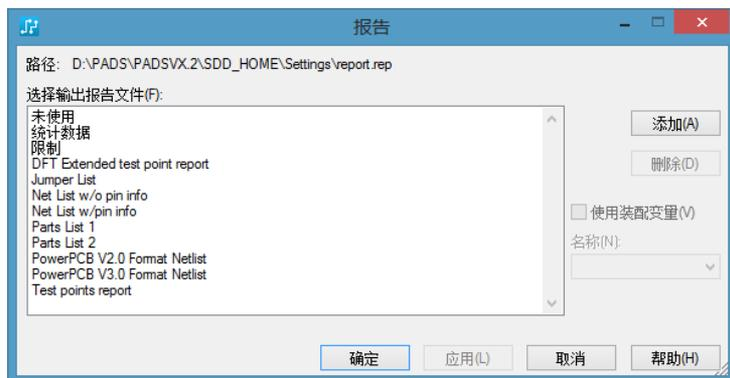

图 6-13 “报告”窗口
(1) 另存为启动文件 打开“另存为启动文件”对话框，将当前设计中的各种参数设置另存为一个“.stp”格式文件。
(2) 设置启动文件 打开“设置启动文件”对话框，选择“.stp”格式文件。
(3) 报告 打开“报告”窗口，通过窗口的设置产生关于当前设计的各种报告，如图 6-13 所示。
(4) 库 打开“库管理”对话框，通过参数设置实现元器件和库管理。例如，查看元器件、建立元器件库（将在第 9 章元器件类型及库管理中详细介绍）。
(5) CAM（光绘输出） 打开“定义 CAM 文件”对话框，进行设置。为导入到 CAM 350 进行预处理。
(6) CAM Plus（导出元器件坐标） 包括与 SMT 自动装配和元器件插件机的基本接口，支持 Dyanpert、Universal、Philips、Siemens、Quad、Daum 和 Zevatech 等格式。
(7) 导入/导出 完成 PADS Layout 与 AutoCAD、CAM 350 等的连接。例如，可以将 AutoCAD 中的图纸设计以“.dxf”格式导入到 PADS Layout 中，以便绘制板框和放置元器件；